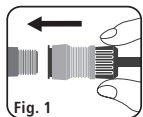
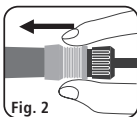

Fig. 1
Fig. 2
Gonfiaggio: l'attacco rapido (2) può essere collegato direttamente alla valvola Schrader. A tal fine, afferrare l'attacco rapido alla base (fig. 1) e spingerlo con forza sulla valvola. Spingendo in avanti l'attacco, afferrare il manicotto grigio tra pollice e indice e spingerlo in avanti fino alla battuta (fig. 2). Il collegamento è stato effettuato correttamente se non fuoriesce aria dalla valvola (cioè se non si sente alcun rumore di fuoriuscita di aria). In caso di fuoriuscita d'aria, staccare l'attacco tirando indietro il manicotto grigio e ricollegarlo.
Gonfiaggio: avvitare l'adattatore per valvola Presta sullo stelo della valvola del copertone da bici. Quindi afferrare l'attacco rapido alla base (fig. 1) e spingerlo con forza sull'adattatore. Spingendo in avanti l'attacco, afferrare il manicotto grigio tra pollice e indice e spingerlo in avanti fino alla battuta (fig. 2). Il collegamento è stato effettuato correttamente se non fuoriesce aria dall'adattatore (cioè se non si sente alcun rumore di fuoriuscita di aria). In caso di fuoriuscita d'aria, staccare l'attacco tirando indietro il manicotto grigio e ricollegarlo.
Utilizzare l'adattatore ad ago per gonfiare palloni da calcio e altri tipi di palloni. Per collegare l'adattatore ad ago all'attacco rapido per valvola, inserirlo con una mano nell'apertura dell'attacco e tenerlo in posizione mentre si afferra l'attacco rapido alla base (fig. 1) spingendolo in avanti. Spingendo in avanti l'attacco, afferrare il manicotto grigio tra pollice e indice e spingerlo in avanti fino alla battuta (fig. 2). In questo modo la valvola ad ago è bloccata nell'attacco. Per rimuovere la valvola ad ago, afferrarla con una mano e tirare indietro il manicotto grigio con l'altra.